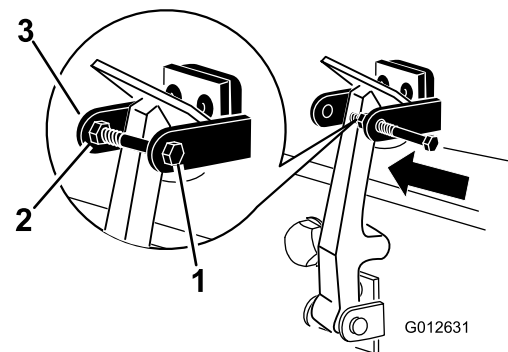

図 6
- フードラッチブラケットのもう一つのアームにボルトを取り付けてラッチをロックする 図 6。ボルトをしっかり締め付けるが、ナットは締め付けない。